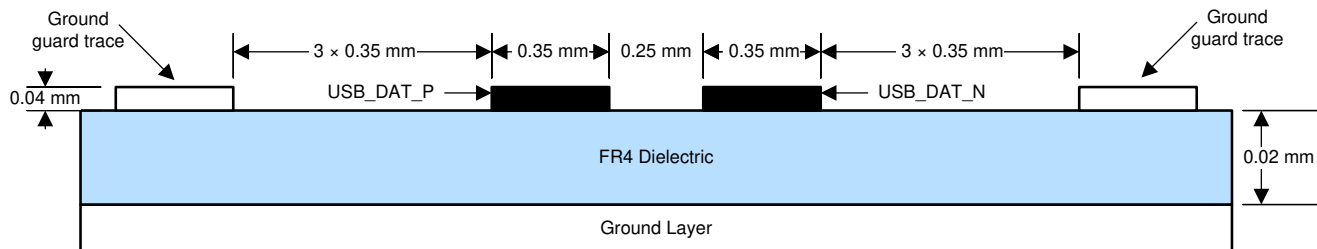

图 9-14. USB 布局示例
- (1) 如果使用最小布线宽度和间距来避开控制器焊球场，为了实现目标 100 Ω 阻抗（即减少传输线路损耗），宜在退出后将这些区域扩大。
(2) 图 9-14 中显示了差分对的一个 PCB 布局示例。